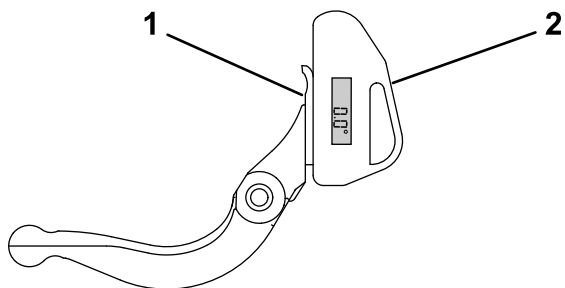

図 35
1. 図 35に示すように、ベッドナイフの底部に傾斜計をセットする。